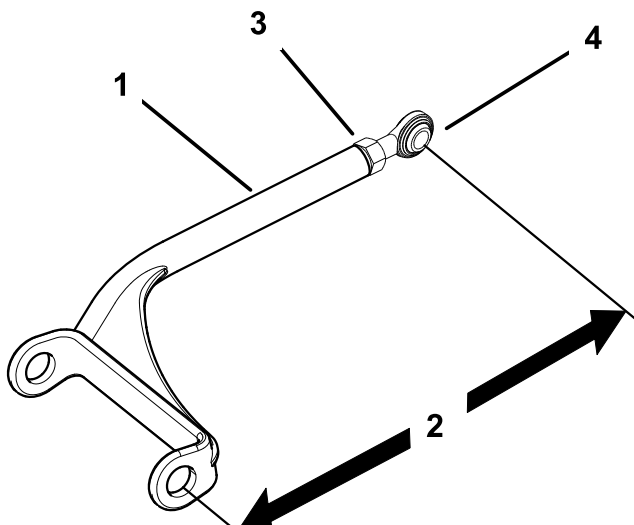

Figure 51
1. Desserrez l'écrou de blocage et tournez la rotule dans le sens anti-horaire, un tour à la fois (Figure 51).
- Réglez chaque côté de la même façon. Chaque bras de poussée devrait mesurer 384 mm (Figure 51).